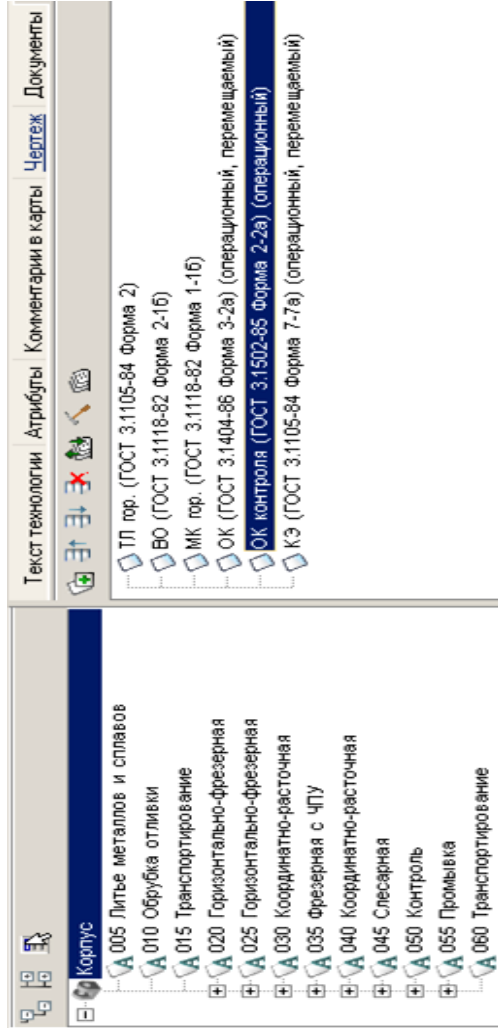

Рис. 7.1
1. Для формирования комплекта карт необходимо установить курсор на корневом элементе дерева ТП и перейти на вкладку *Комплект карт*. Затем нажмите кнопку *Добавить шаблон*. В открывшемся справочнике выберите ведомость оснастки *ВО (ГОСТ 3.1118–82 форма 2-1б)* и нажмите кнопку *Применить*. Далее установите курсор на строку *ВО (ГОСТ 3.1118–82 форма 2-1б)* и, нажимая кнопку *Переместить выше*, поместите ведомость оснастки сразу за титульным листом. Нажмите кнопку *Добавить шаблон*. В открывшемся справочнике выберите *ОК контроля (ГОСТ 3.1502–85 форма 2-2а)* и нажмите кнопку *Применить*. Поместите добавленный шаблон операционной карты перед картой эскизов (рис. 7.1). В случае, если нужно удалить шаблон карты, следует на вкладке *Комплект карт* установить курсор на название шаблона и нажать кнопку *Удалить*. Не все операции должны быть упомянуты в тексте технологического документа. Список карт, расположенный на вкладке *Комплект карт*, распространяется на все операции ТП. Исключение операций из карт техпроцесса производится на вкладке *Карты*, которая есть у каждой операции.